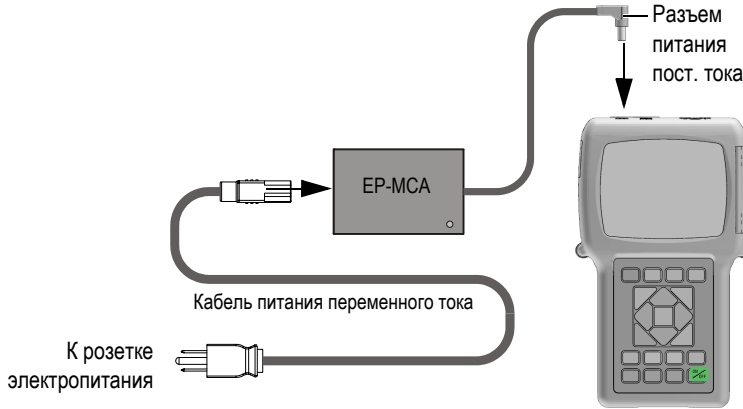

Рис. 2-2 Подключение зарядного устройства/адаптера
1. Подключите кабель переменного тока к зарядному устройству/адаптеру (Арт.: EP-MCA [U8767042]) и к соответствующей розетке питания (см. Рис. 2-2 на стр. 40).